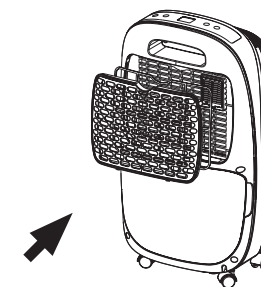

рис. 10
- Установите сетчатый фильтр и решетку забора воздуха (рис. 10).